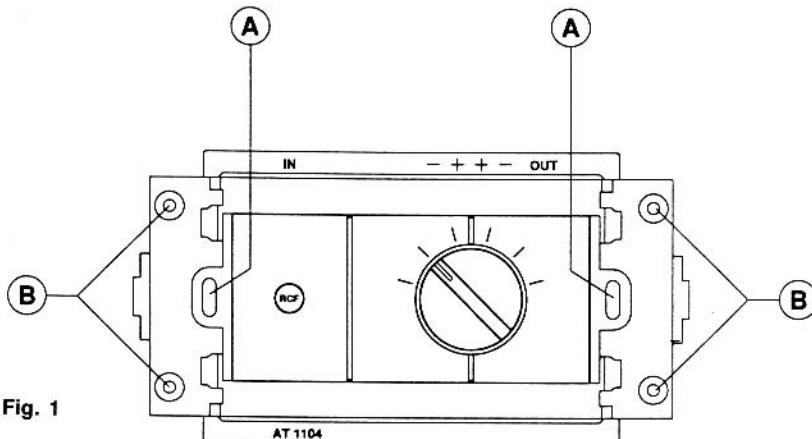

Fig. 1
Per l'installazione a parete dell'AT 1104 è necessario utilizzare la scatola da incasso RCF mod. 503/T (Cod. 133.60.006) e la placca esterna per 3 moduli. L'apparecchio deve essere fissato con le 2 viti fornite in dotazione alla scatola da incasso, utilizzando le apposite asole presenti sulla mascherina (A - Fig. 1). Qualora si desideri incassare l'attenuatore in componenti d'arredamento, occorre utilizzare l'apposito coperchio posteriore di protezione fornito in dotazione e seguire le indicazioni seguenti.
- 4) Utilizzando 4 viti che andranno inserite negli appositi fori presenti agli angoli della mascherina (B - Fig. 1), fissare il complesso così ottenuto sulla superficie di montaggio.
For installing the AT 1104 in the wall, you need to use the RCF flush-mounting box model 503/T (code no. 133.60.006) and the cover plate for 3 modules. The attenuator is attached by inserting the 2 screws provided with the flush-mounting box in the slots on the frame (A - Fig. 1). If you wish to install the AT 1104 on shelves, you need to use the rear protective cover provided and follow the instructions below.
- 4) Using 4 screws inserted in the holes at the corners of the frame (B - Fig. 1), attach the unit thus obtained to the fitting surface.*
Pour installer l'AT 1104 au mur, utilisez la boîte d'encastrement RCF modèle 503/T (Code 133.60.006) et la plaque externe 3 modules. L'appareil doit être fixé à la boîte d'encastrement avec les deux vis fournies en dotation qui s'enfilent dans les boutonnières spéciales prévues sur le cache (A - Fig. 1).
- 4) Enfilez les 4 vis dans les trous aux coins du cache (B - Fig. 1) et fixez l'ensemble ainsi obtenu sur la surface de montage.
Tutti i collegamenti sono effettuabili tramite una pratica morsettiera a 4 poli situata sul retro dell'attenuatore in grado di accettare conduttori aventi una sezione massima di 2,5 mm² (Fig. 2). I due morsetti posti in corrispondenza della serigrafia "IN", situata sul frontalino dell'apparecchio (Fig. 1), devono essere collegati alla linea audio proveniente dall'amplificatore di potenza, mentre i due morsetti posti in corrispondenza della serigrafia "OUT", devono essere collegati al diffusore acustico, facendo attenzione a rispettare le corrispondenze di polarità.
All the connections can be made using the practical 4-pole terminal strip situated on the rear of the attenuator, which accepts conductors having a maximum section of 2.5 mm² (Fig. 2). The two "IN" terminals on the front of the unit (Fig. 1) must be connected to the audio line from the power amplifier, while the two "OUT" terminals are connected to the speaker. Make sure you respect the polarity.
Vous pouvez effectuer toutes les connexions en utilisant la plaque de bornes à 4 pôles, située au dos de l'atténuateur et pouvant recevoir des conducteurs d'une section maximum de 2,5 mm² (Fig. 2). Les deux bornes placées en face de la sérigraphie "IN", située à l'avant de l'appareil (Fig. 1) doivent être reliées à la ligne audio venant de l'ampli de puissance, tandis que les deux bornes qui correspondent à la sérigraphie "OUT" doivent être reliées à l'enceinte acoustique. Veillez à bien respecter les polarités.